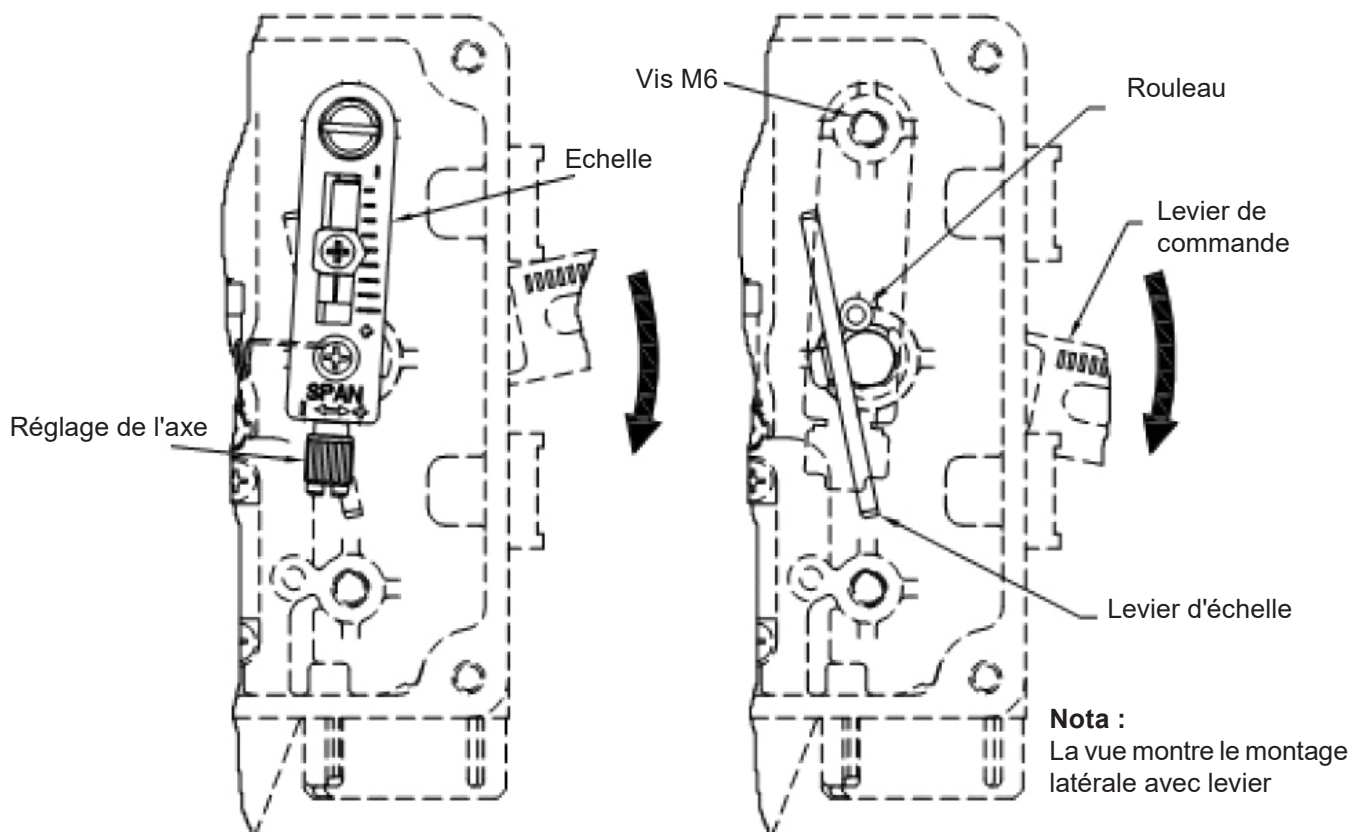

Fig. 18 - Installation de l'échelle (latéral = DA, central = RA)
1) Montage latéral - Si l'axe de l'actionneur se déplace vers le bas lorsque le signal d'entrée est augmenté, assembler "l'échelle" au trou taraudé M6 supérieur comme illustré ci-dessous. Fig. 18.(DA)
Montage central - Si l'axe de l'actionneur se déplace vers le haut lorsque le signal d'entrée est augmenté, assembler "l'échelle" au trou taraudé M6 supérieur comme sur la Fig. 18 (RA)